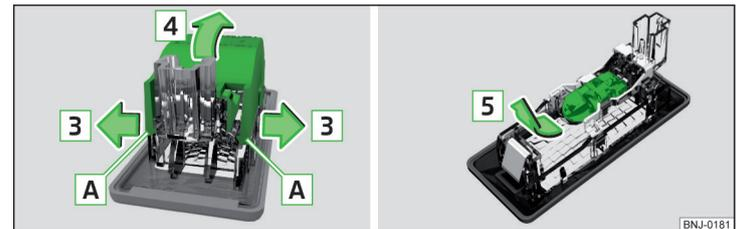

Abb. 194 Abdeckkappe ausbauen / Glühlampe wechseln
- Die Abdeckkappe der Leuchte im Bereich **A** sowie in Pfeilrichtung **3** » Abb. 194 lösen.